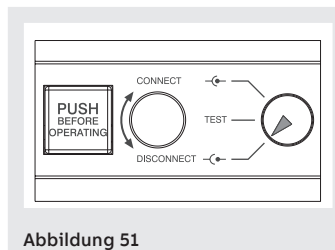

Abbildung 51
- Leistungsschalter in Außenstellung (siehe Abbildung 51)